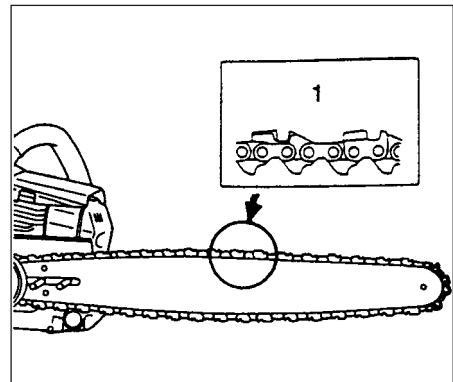

Рис.1-2
2. Проверить, чтобы направление пильной цепи (1) было правильным, как показано на рисунке и выравнить цепь на звёздочке. (Рис. 1-2)